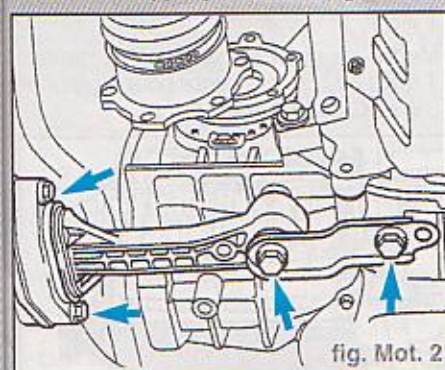

fig. Mot. 2
- Dévisser l'appui pendulaire (fig. Mot. 2).